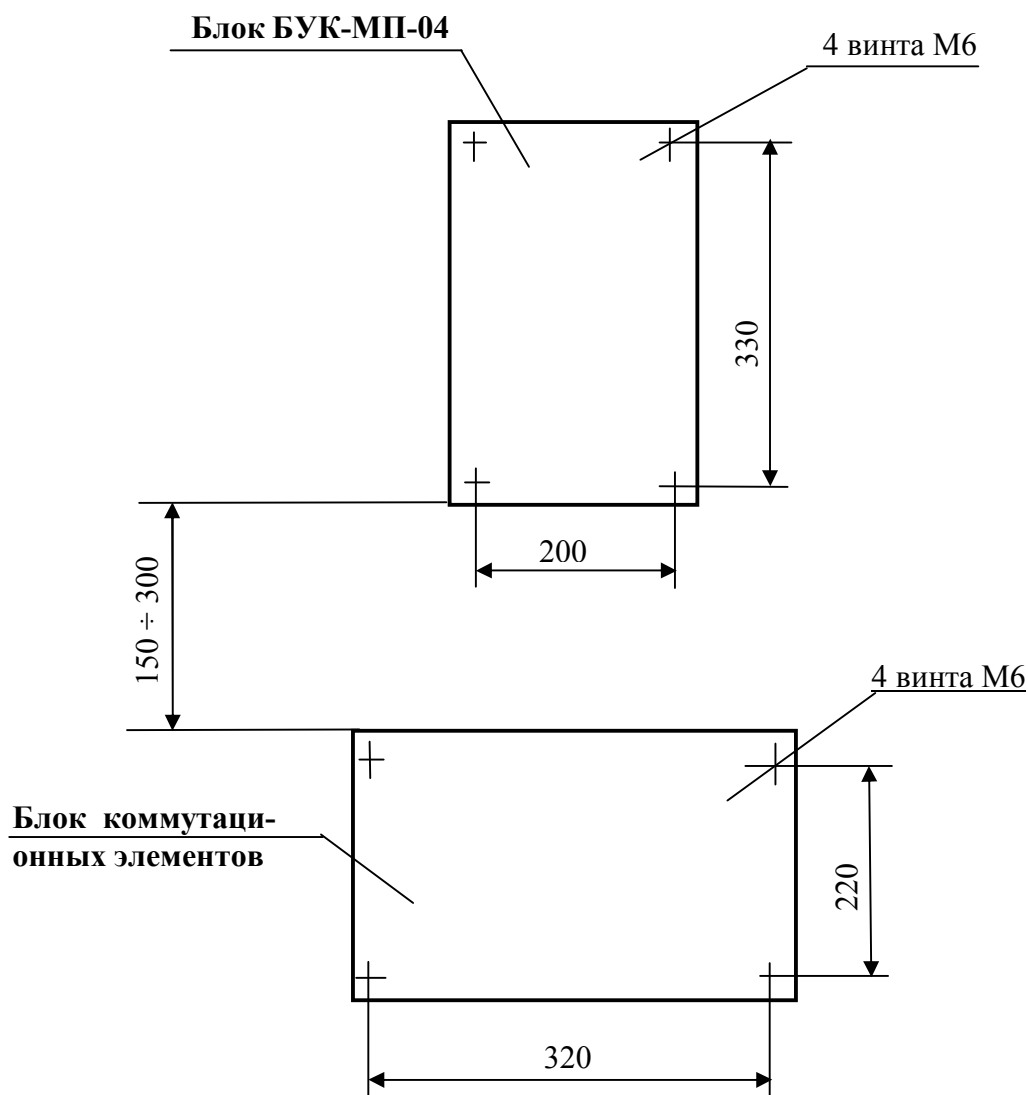

Рис. 1. Разметка под установку блока БУК-МП-04 и блока коммутационных элементов.
2.2.1. Блок БУК-МП-04 устанавливается на вертикальной плоскости (щите) на высоте 1500-1700 мм от уровня пола. Блок коммутационных элементов (для подключения внешнего монтажа) располагается на расстоянии 150 – 300 мм ниже блока. См. рис.1